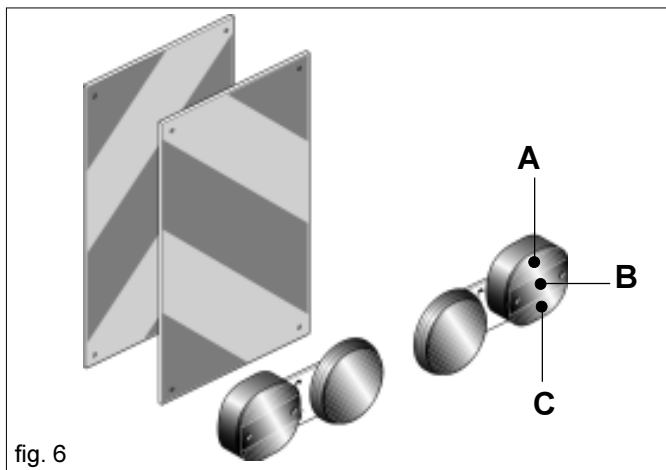

fig. 6
- 37) Wenn die geschleppten oder an dem Schlepper angebrachten Ausrüstungen und Geräte die Sichtbarkeit der Signalisierungs- und Beleuchtungsvorrichtungen des Schleppers verdecken, müssen diese Vorrichtungen auch an den Ausrüstungen angebracht werden, wobei die Vorschriften der im jeweiligen Anwendungsland geltenden Straßenverkehrsordnung zu beachten sind. Beim Gebrauch ist zu kontrollieren, daß die Anlange einwandfrei funktioniert. Nachstehend wird die korrekte Sequenz der Leuchten angegeben (Abb. 6):